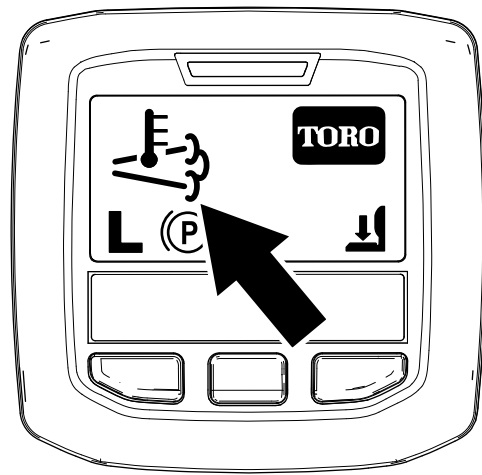

Bild 48
- () wird im InfoCenter angezeigt (Bild 48).